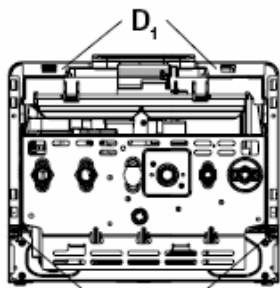
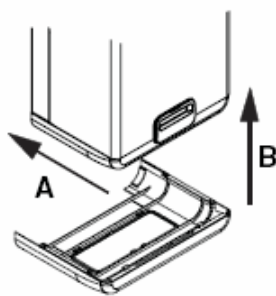
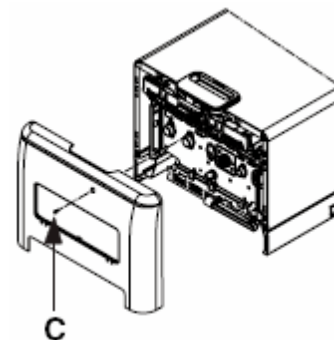

Рис. 10
Рис. 11
Рис. 12
После того как котел будет установлен, винты D_1 (рис. 10) можно снять. После завершения работ по установке котла и подключению его к газопроводу и к системам отопления и ГВС, установите крышку, закрывающую отсек со штуцерами (A-B, рис. 11) таким образом, чтобы защелки этой крышки прочно встали в специальных прорезях в нижней части котла. Закрепите крышку винтом C (рис. 12), который находится в пакете с документацией к котлу.
- отвинтите винт крепления крышки, закрывающей штуцеры (**C**, рис. 12)